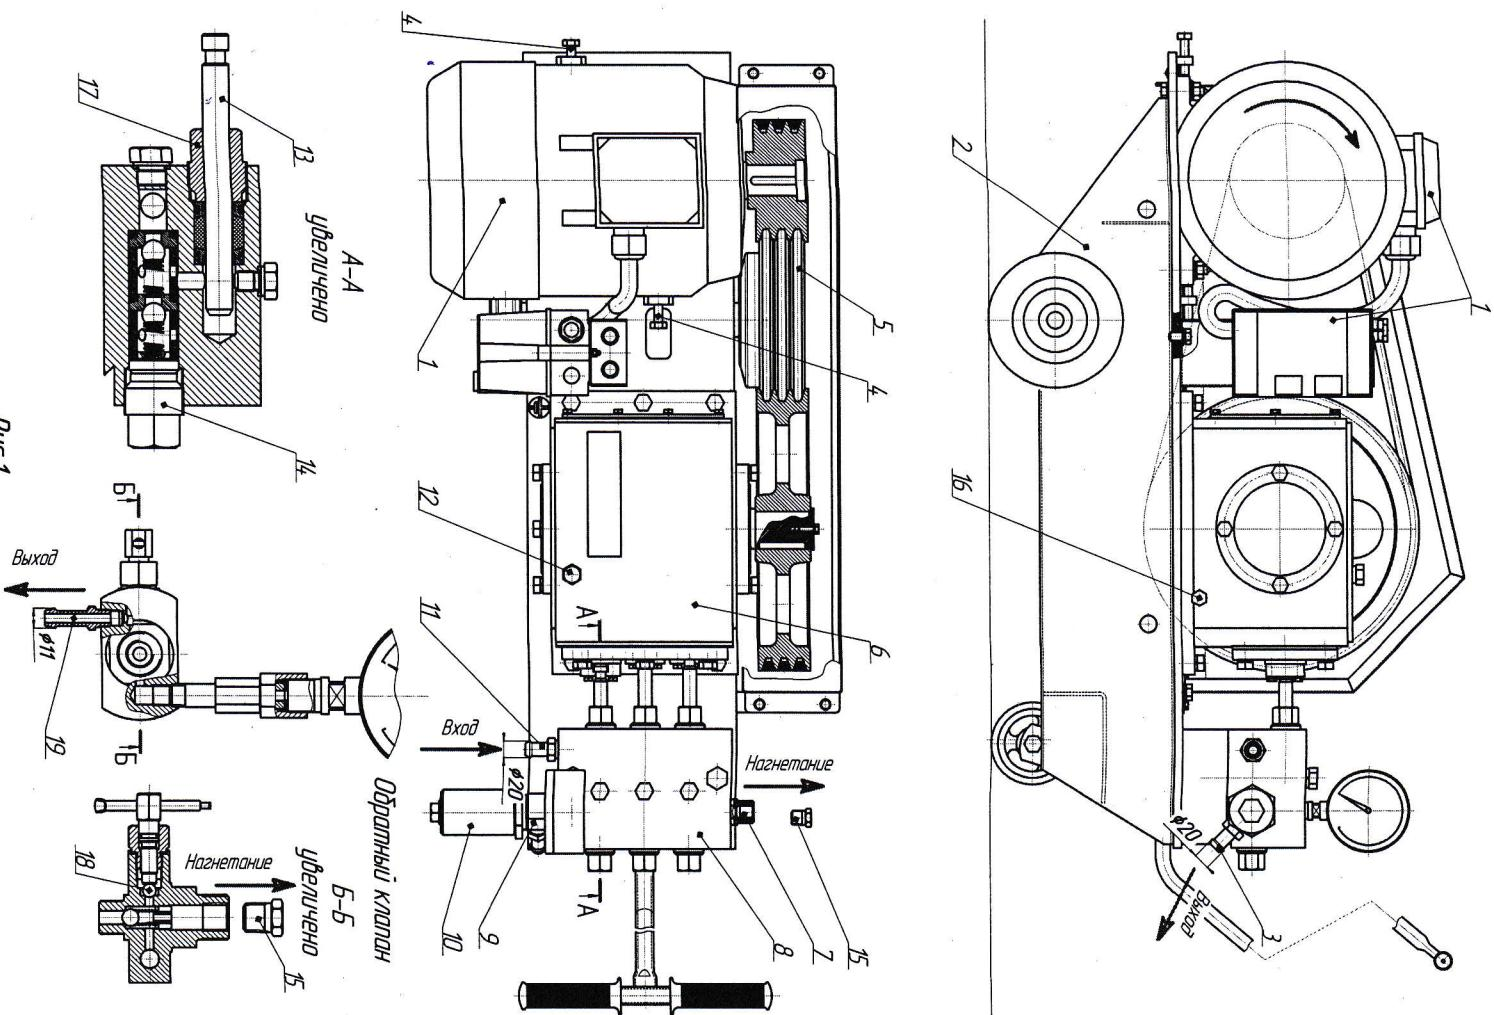

Рис.1
На тележке 2 (Рис.1) смонтированы: электродвигатель 1 с пусковой аппаратурой, кривошипно-шатунный механизм 6 (далее КШМ), клапанная коробка 8 с предохранительным клапаном 9 и манометром. Тележка имеет ручку для перемещения агрегата.
5.8. Подключить агрегат к распределительному устройству электропитания (Рис.2), предварительно убедившись в соответствии напряжения питаемой линии, наличия электрической защиты и заземления, при этом направление вращения выходного конца вала электродвигателя должно быть против часовой стрелки (см.Рис.1). Распределительное устройство должно иметь автоматический выключатель тока и плавкие вставки. При этом **разрешается только кратковременное включение агрегата без подвода воды**.